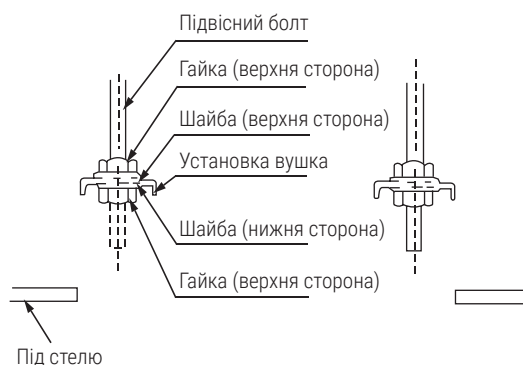

Рис. 3.6
- Відрегулюйте розташування гайки та визначте простір між шайбою (нижня сторона) і стелею відповідно до фактичної будівельної ситуації. Див. рисунок 3.6.